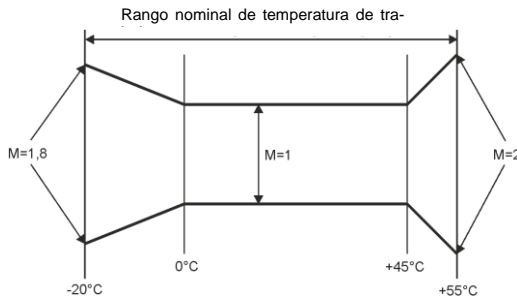

Fig. 42. El multiplicador de la incertidumbre básica dependiendo de la temperatura ambiente.
La incertidumbre básica mencionada en las características técnicas está garantizada en el rango de temperatura ambiente de 0°C...+45°C. Fuera de este rango, se debe utilizar un multiplicador adicional (M) que aumenta esta incertidumbre básica a la incertidumbre real de la medición. Fig. 42 muestra un gráfico del multiplicador M dependiendo de la temperatura ambiente en el rango de la temperatura nominal de funcionamiento. El multiplicador tiene el valor 1,0 en el rango de temperatura de 0°C...+45°C. Por encima de +45°C hasta +55°C el multiplicador aumenta linealmente hasta el valor de 2,0. En las temperaturas por debajo de 0°C (hasta -20°C) el multiplicador aumenta linealmente hasta el valor 1,8.